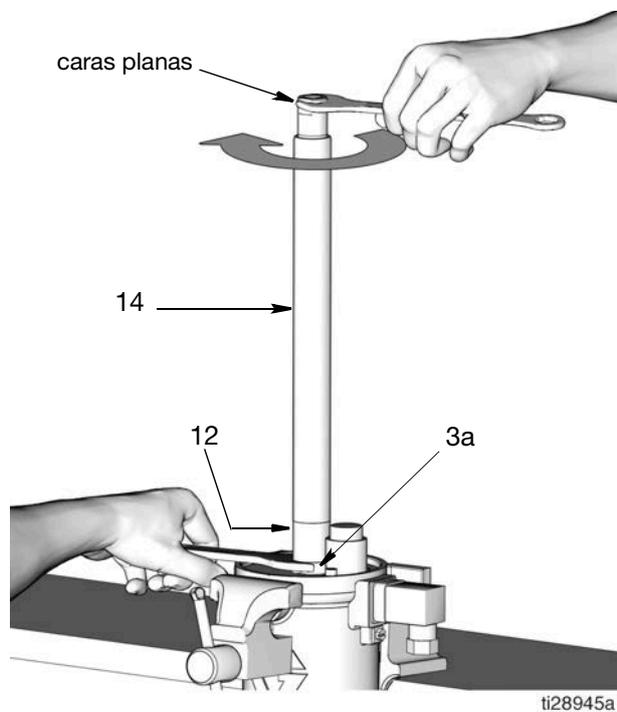

FIG. 39
17. Instale el cilindro de la bomba (12) en el cilindro del motor neumático (3). Utilice una llave para apretar firmemente la tuerca (3a). 37,9 - 43,4 N.m (28 - 32 lb-pie).
18. Instale el tubo de salida (14) en el cilindro de la bomba (12). Sujete firmemente en su posición la tuerca (3a) [se encuentra en la base del cilindro de la bomba (12)] con una llave. Fije una segunda llave sobre las partes planas del tubo de salida (14). Gire el tubo de salida en sentido de las agujas del reloj para apretarlo en el cilindro de la bomba (12) (FIG. 39). Apriete a un par de 37,9 a 43,4 N.m (28 - 32 lb-pie).